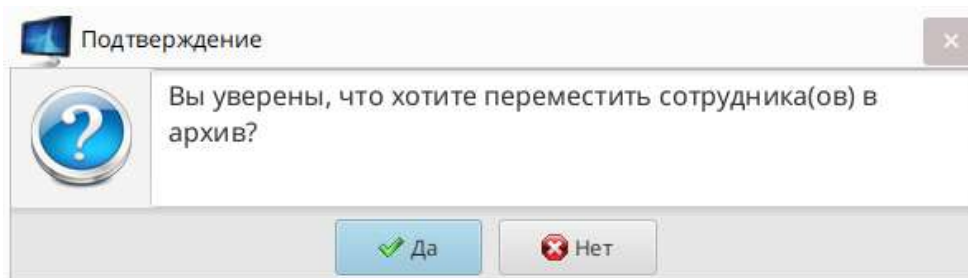

Рис. 42
– «В архив» – для перемещения данных выбранного сотрудника в архив (например, с целью дальнейшего восстановления записей из базы данных), и в открывшемся окне (Рис. 42) подтвердить свои действия, нажав на кнопку «Да».